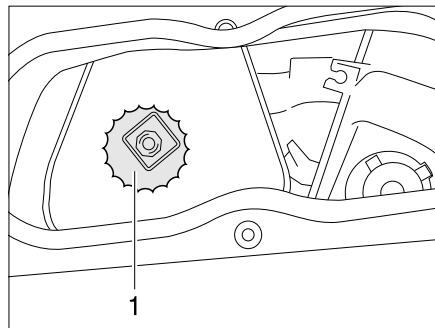

Bild 26 Deckel am Kühlwasser-Ausgleichsbehälter
- Den Deckel (Bild 26,1) vorsichtig öffnen und Druck entweichen lassen.
- Den Deckel (Bild 26,1) wieder auf den Kühlwasser-Ausgleichsbehälter schrauben.